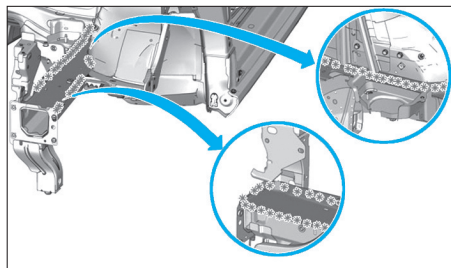

FIG. 14
- Framer les points de soudure de la semelle de longeron (Fig.14).